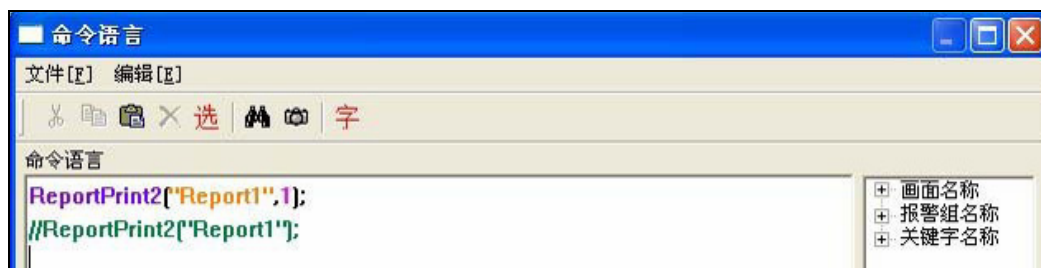

图 5-6 实时数据报表自动打印命令语言
(1) 在“实时数据报表画面”中添加一按钮，按钮文本为：实时数据报表自动打印。
(2) 在按钮的弹起事件中输入如下命令语言，如图 5-6 所示。